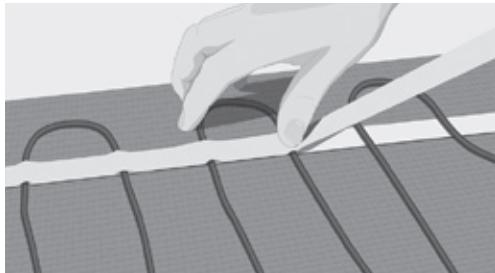

Bild 8. Lås kabeln med maskeringstejp
11. Fäst kabeln med maskeringstejp ovanpå kabeln och dubbelhäftande tejp. Tryck på tejpen ordentligt på kabeln för att förhindra att lufthål bildas under inbäddningsproceduren (bild 8).